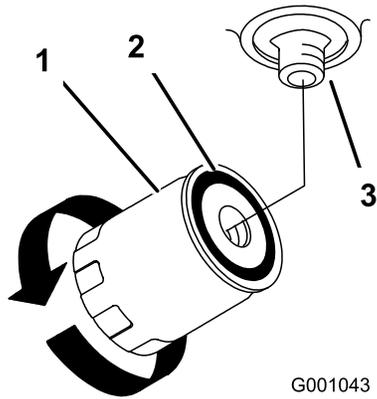

Figura 77
4. Aplique una capa fina de aceite hidráulico a la junta de goma sobre el filtro nuevo (Figura 77).
7. Llene el depósito de aceite hidráulico con aceite hidráulico hasta que éste rebese por encima del filtro, gire el filtro en el sentido de las agujas del reloj hasta que la junta de goma entre en contacto con el adaptador del filtro, luego apriete el filtro media vuelta más (Figura 77).